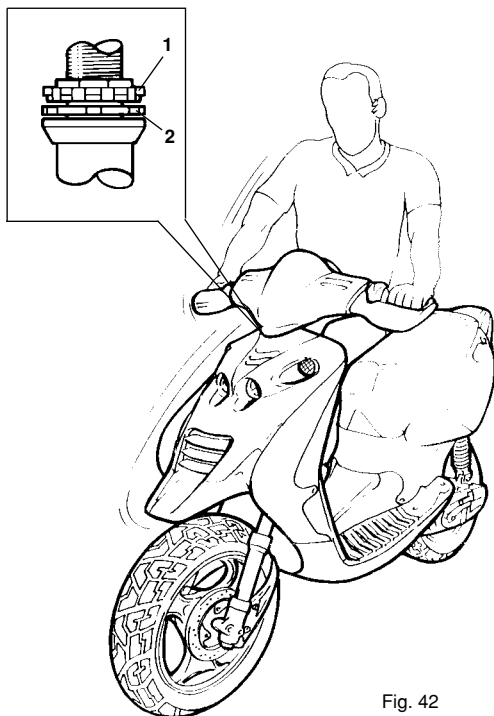

Fig. 42
- allentare la ghiera (1 - Fig. 42) con un battitore,
- recuperare il gioco intervenendo sulla ghiera (2),
- quando il gioco è stato eliminato serrare a fondo la ghiera (1) utilizzando il battitore. Sempre con il battitore serrare la ghiera (2) contro la ghiera (1) in senso antiorario.
- slacken the lock nut nut with the special tool (1 - Fig. 42);
- eliminate the play (2);